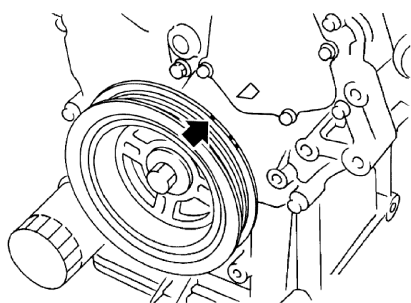

图 3-28 设定 1 号气缸 TDC 位置
12) 如图 3-28 所示设定 1 号气缸压缩行程上止点(TDC)：
① 顺时针旋转曲轴带轮将正时标记(无色槽沟线)对准正时指示器。
② 确认如图 3-28 所示定位的 1 号气缸(右气缸体发动机前端)上的进气和排气凸轮前端。